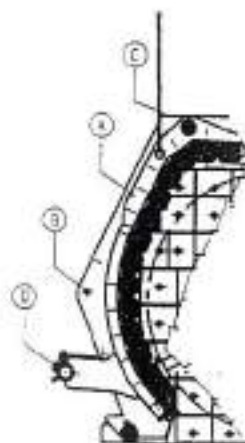

fig. 15
- agganciare uno dei due portacorazze con il mezzo di sollevamento, in corrispondenza del foro che si trova in alto, sulla nervatura centrale e portarlo leggermente in tensione (fig. 15/A);
- rimuovere il distanziale che unisce le due fiancate (fig. 15/B), svitando i dadi e togliendo il perno centrale; svitare i dadi e sfilare il perno di fulcro (fig. 15/C);
- svitare i dadi dei tiranti di regolazione (fig. 15/D); ora il portacorazze può essere portato fuori dalle fiancate e posto a terra;